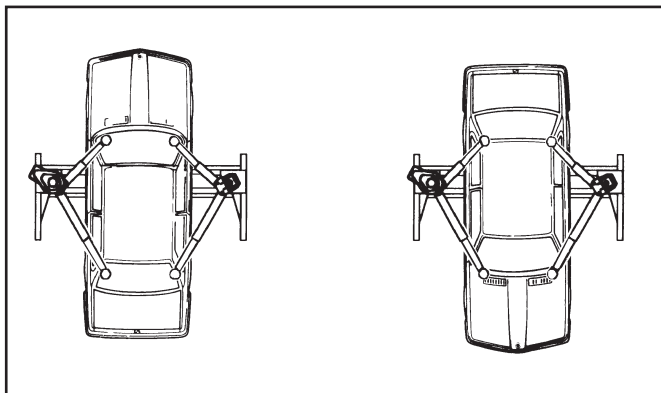

Fig. 15 - Abb. 15
È estremamente importante posizionare il mezzo sul sollevatore in modo da avere una corretta ripartizione dei pesi sui bracci (fig. 15)
- il veicolo sia posizionato in maniera corretta (fig. 15)
It is extremely important that the vehicle is positioned on the rack so as to achieve correct load distribution on the arms (see Fig. 15).
- the vehicle is correctly positioned (see. fig. 15)
Il est très important de bien positionner le véhicule sur l'élevateur pour avoir une répartition correcte des poids sur les bras (fig. 15).
- positionner correctement le véhicule (fig. 15).
Es ist sehr wichtig, das Fahrzeug derart auf der Hebebühne zu positionieren, daß das Gewicht gleichmäßig auf den Armen verteilt ist (Abb.15).
- das Fahrzeug korrekt positioniert ist (Abb. 15);
- el vehículo esté colocado de forma correcta (fig. 15).